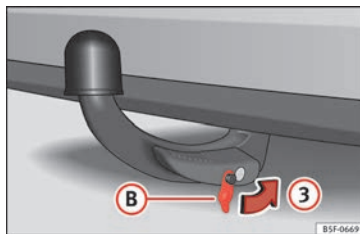

Fig. 238 Colocar la tapa sobre la cerradura
- Coloque la tapa **B** en la cerradura en el sentido de la flecha **3** » **fig. 238** » **1**.
① CUIDADO